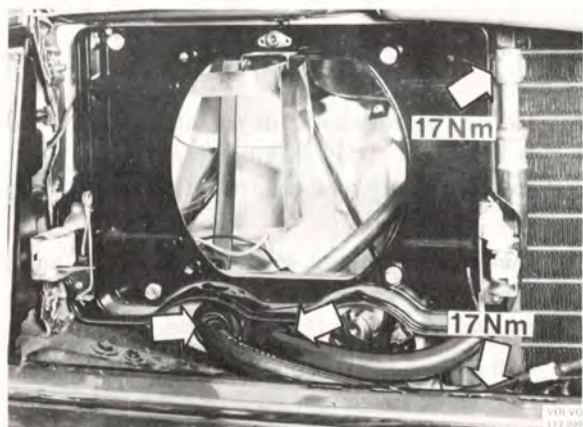

Bild 60
6. Ta ur skyddspluggarna ur kondensor och slangar. Trä på nya O-ringar, smörj dem med kylkompressorolja och montera slangarna. Håll emot kondensorrören och dra åt med 17 Nm (1,7 kpm). Kontrollera även slangarnas gummigenomföringar i framstycket (bild 60).